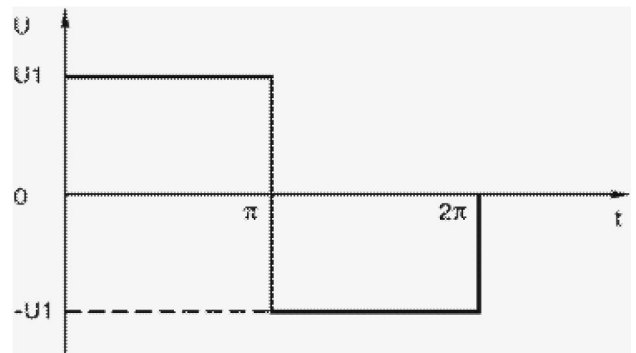
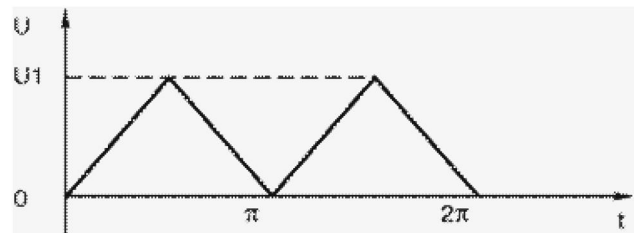

Рис.1
Рис.2
- возможно воспроизведение сигналов в виде меандра (рис.1), треугольника (рис.2) и по другим зависимостям;